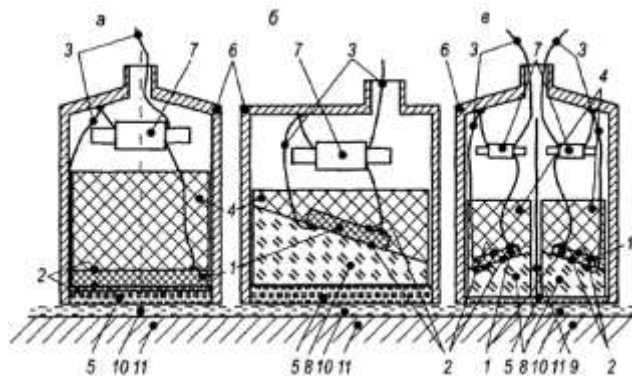

Рис. 1.Схема устройства ПЭП
- Зарисовать в тетради схемы устройства прямого, наклонного и раздельного ПЭП (рис.1), заполнить таблицу 1, пользуясь учебником, с.162-163 (учебник Новокрещенев В. В. *Незрушающий контроль сварных соединений в машиностроении : учебное пособие для среднего профессионального образования / В. В. Новокрещенев, Р. В. Родякина ; под научной редакцией Н. Н. Прохорова. — 2-е изд., испр. и доп. — Москва : Издательство Юрайт, 2018. — 274 с*)